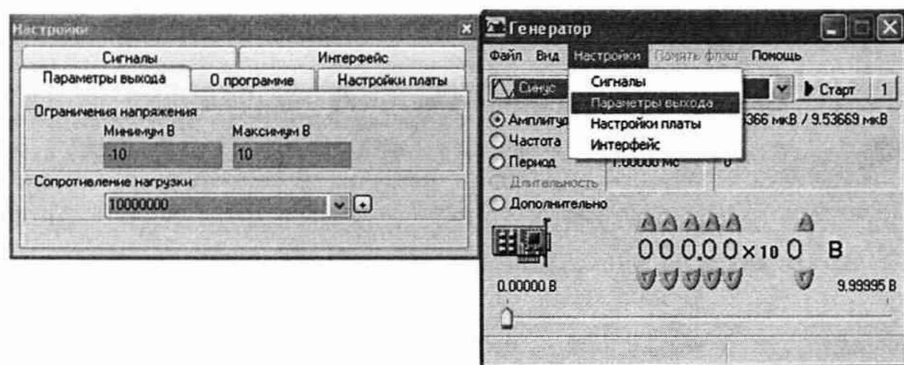

Рисунок 7.2
- «сопротивление нагрузки» 10 000 000 Ом (рис. 7.2).